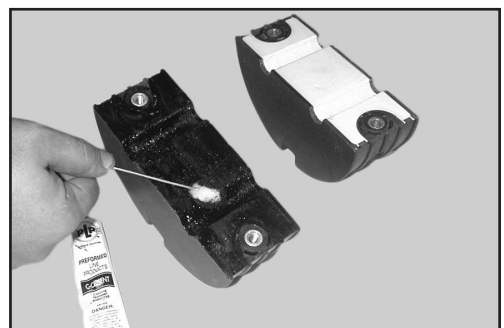

Figura 16
5.2 Aplique selante c-cement em cada uma das superfícies internas dos cabeçotes laterais, livrando somente os orifícios dos parafusos (figura 16).